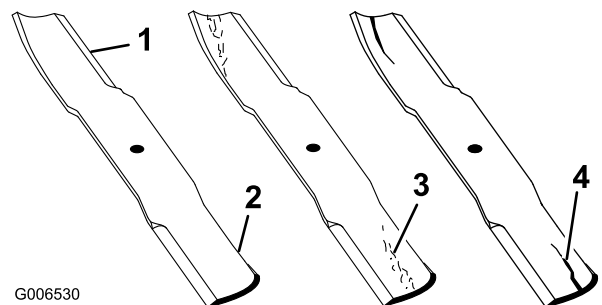

Figure 76
1. Examinez le tranchant des lames (Figure 76). Si les lames ne sont pas tranchantes ou si elles présentent des indentations, déposez-les et aiguisiez-les (voir Aiguisage des lames).
2. Inspectez les lames, surtout la partie incurvée (Figure 76). Remplacez immédiatement toute lame endommagée, usée ou qui présente une entaille (Figure 76).